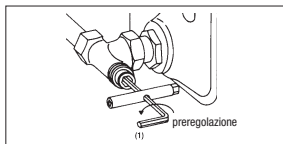

Fig.4 Prerogolazione del detettore a servizio del radiatore
3. Ora prerogolare l'otturatore conico con una chiave esagonale CH 6 (6mm) (1) ruotando in senso antiorario a seconda del numero di giri selezionati sul diagramma (Fig.4).